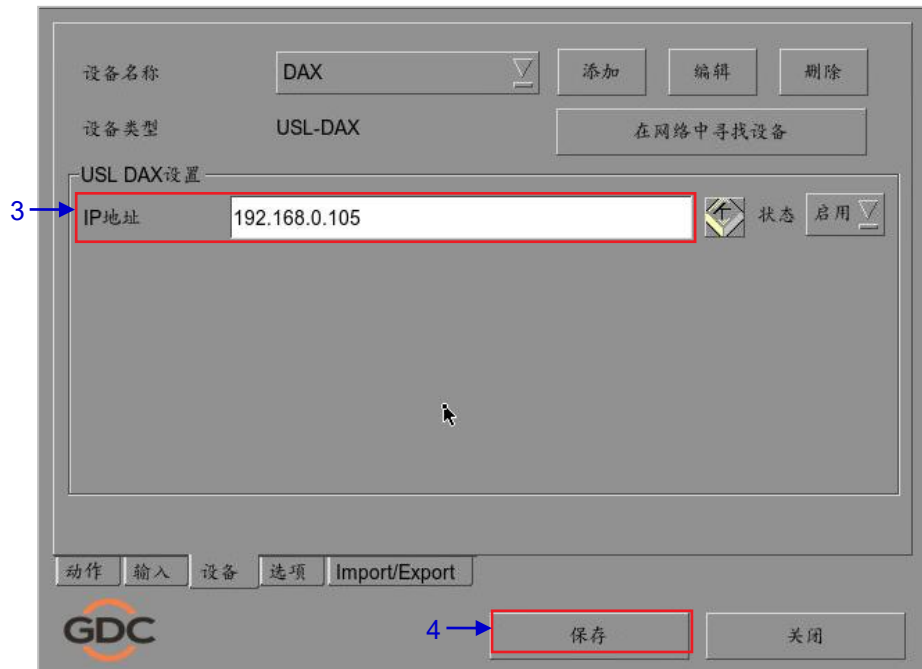

图 54 USL DAX 自动化设置
3. 输入 USL DAX 设备的 IP 地址（见图 54）。